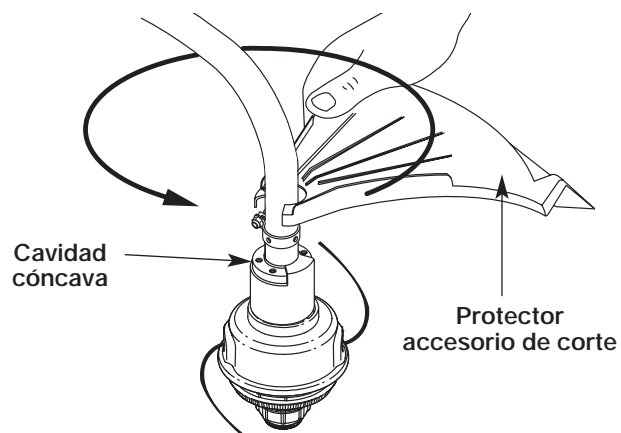

Fig. 4
2. Empuje el protector accesorio de corte hacia abajo hasta la parte superior del ensamble del accesorio de corte y luego gire el protector accesorio de corte hasta que los orificios de los tornillos se alineen y la protección calza en la cavidad cóncava (Fig. 4).